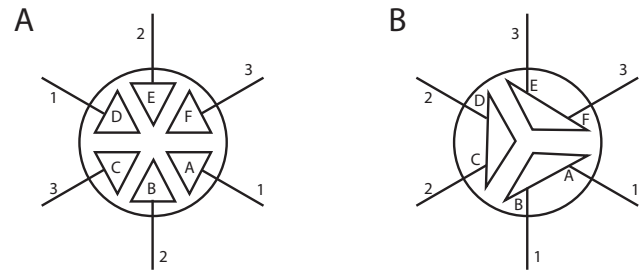

Fig. 8.e
- Zulaufventil (Fig. 8.a, Teil 3 und Fig. 8.c, Teil 2). Nach dem Abtrennen der Kabel und Leitungen das Zulaufventil abnehmen und den Sauberkeitszustand des Einlassfilters überprüfen; bei Bedarf mit Wasser und einer weichen Bürste reinigen.
- Verteilerrohr mit Abschlämpmpumpe (Fig. 8.a, Teil 5). Überprüfen, dass sich am Sockel des Dampfzylinders keine festen Rückstände befinden und eventuelle Verunreinigungen entfernen. Prüfen, ob die O-Ring-Dichtung unbeschädigt ist und keine Risse hat; bei Bedarf austauschen. Überprüfen, dass keine festen Rückstände in der Abschlämpleitung vorhanden sind.
- Abschlämpmpumpe (Fig. 8.c, Teil 4). Die Stromversorgung unterbrechen, die Befestigungsschrauben lockern und eventuelle Verunreinigungen beseitigen (Fig. 8.a, Teil 6). Die Wanne von Kalkablagerungen reinigen und kontrollieren, dass das Wasser auf der Höhe der Abschlämpmpumpe frei von der Wanne zum Ablauf fließt.
- Zulaufwanne (Fig. 8.a, Teil 1). Überprüfen, dass keine Verstopfungen oder feste Rückstände vorhanden sind und dass die Leitfähigkeitselektroden sauber sind; eventuelle Verunreinigungen beseitigen und nachspülen.
- Bausatz für interne Leitungen (Fig. 8.a, Teil 2 und Fig. 8.c, Teil 3). Überprüfen, dass sie frei von Verunreinigungen sind; eventuelle Verunreinigungen beseitigen und nachspülen.